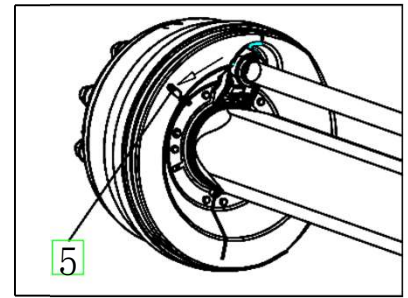
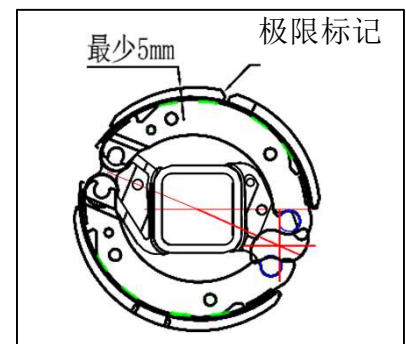

图14
图15
⑤ 检查制动蹄片的厚度。
- （如图14所示）、观察制动片，厚度 最小不能低于5mm(如图15所示)